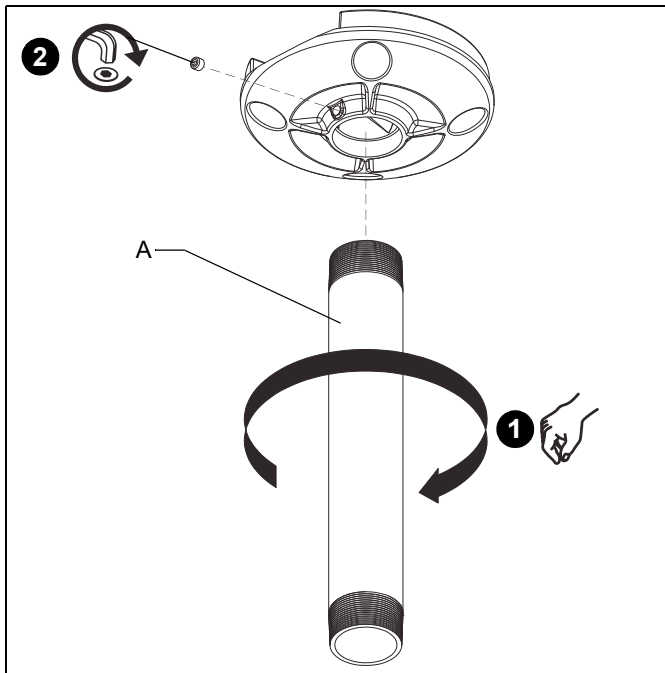

Figura 1
1. Coloque la columna NPT roscada de 1-1/2" (A) en la placa/adaptador (consulte la Figura 1). Ajuste la columna hasta que quede firme.
- Asegúrese de que la columna (A) entre al menos cuatro vueltas dentro de la placa/adaptador.
2. Ajuste el tornillo de fijación en la placa/adaptador para fijar la columna (A) (consulte la Figura 1).
3. Coloque y fije el soporte del proyector/pantalla (no incluido) en el extremo inferior de la columna (A). Para ello siga las instrucciones incluidas con el soporte.